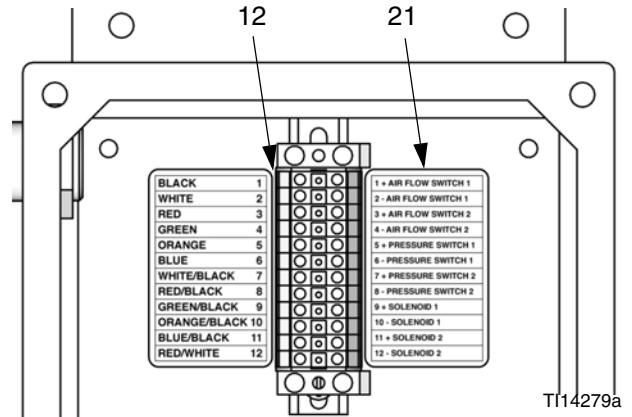

Fig. 8. Magnetschalter mit der Klemmleiste verbinden
2. Verbinden Sie die Drähte von SO Nr. 1 an der rechten Seite der Klemmleiste (12), wie auf dem Etikett (21) angegeben; rot (+12V) an Stift 9, schwarz (COM) an Stift 10. Siehe Fig. 8 und Tabelle 1.
3. Wenn Sie einen zweiten Pistolenspülkasten verwenden, verbinden Sie die Drähte von SO Nr. 2 an der rechten Seite der Klemmleiste (12), wie auf dem Etikett (21) angegeben; rot (+12V) an Stift 11, schwarz (COM) an Stift 12. Siehe Fig. 8 und Tabelle 1.